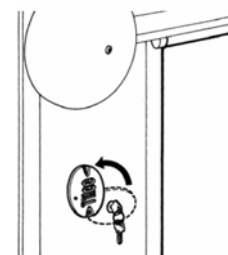

Рисунок 2.
1. Поднять защитную крышку замка разблокировки (Рисунок 2).